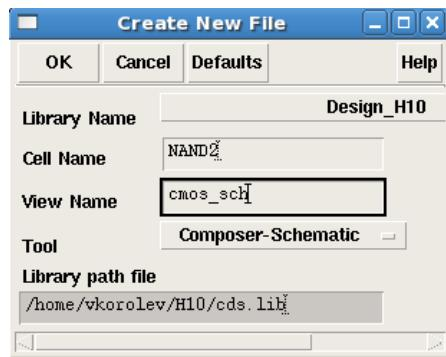

Рис. 4.3. Создание электрической схемы проекта.
- 2) В появившейся форме необходимо задать имя созданной библиотеки (“Design_H10”), имя ячейки (“NAND2”) и название представления (по умолчанию задается “schematic”, для совместимости с библиотеками стандартных ячеек для данной технологии следует изменить его на “cmos_sch”), а в поле “Tool” выбрать Composer-Schematic (рис. 4.3).